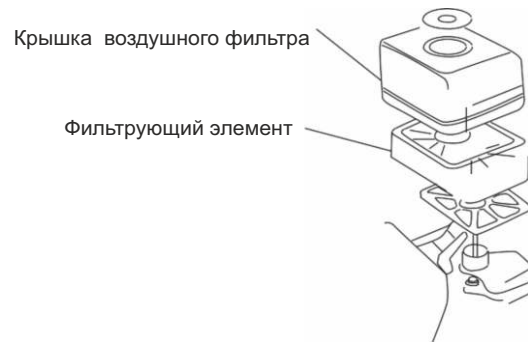

Рисунок 23
8. Замена воздушного фильтра (рис.23):